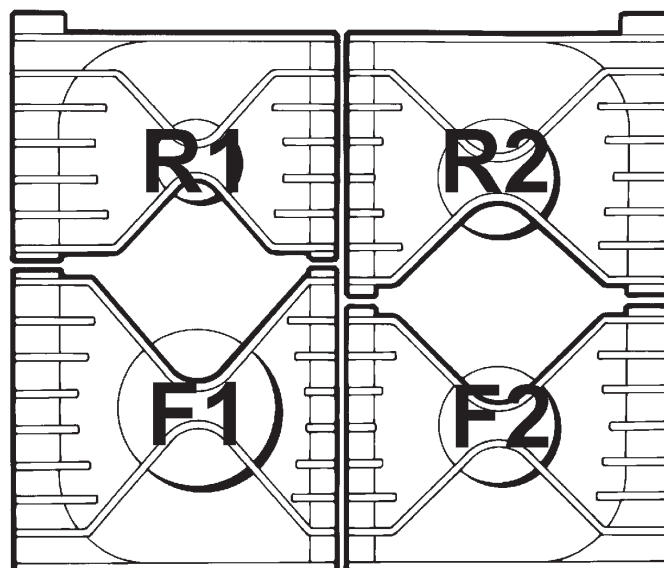

Fig. 8A
5. Monte los soportes para cacerolas en el orden siguiente. Los soportes para cacerolas están marcados en su cara inferior para que correspondan a las marcas que se indican. Los soportes para cacerolas deben situarse en los rebajes de las piezas fundidas en la placa de hornillos (véase Figs. 8A y 8B).